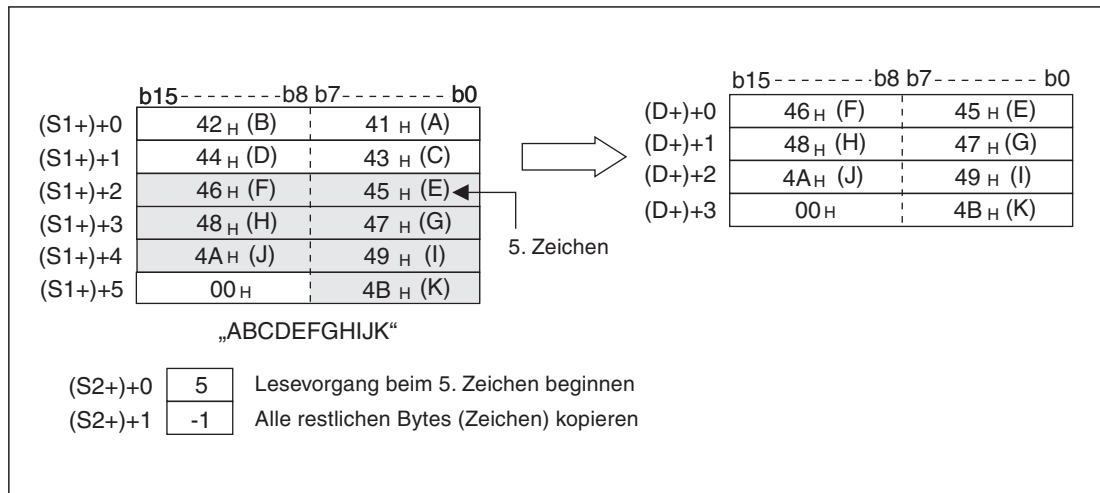

Abb. 7-233: Alle restlichen Zeichen der Zeichenfolge werden kopiert, wenn in ((S2+)+1 der Wert „-1“ eingetragen wird.
- ((S2+)+1) enthält die Anzahl der Bytes (Zeichen), die kopiert werden sollen. Wird hier der Wert „0“ eingetragen, wird die MIDR-Anweisung nicht ausgeführt. Beim Wert „-1“ werden ab dem ersten abgegebenem Zeichen alle restlichen Zeichen der ab (S1+) gespeicherten Zeichenkette kopiert (siehe Abb. 7-233).